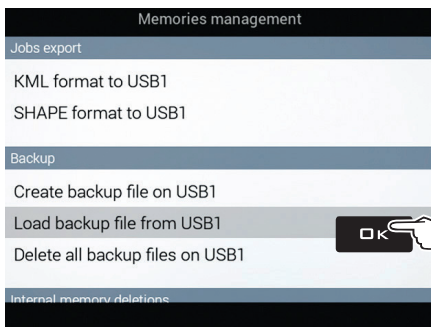

Fig. 285
- Välj **Load backup file from USB1** (Fig. 285) och tryck **OK**.